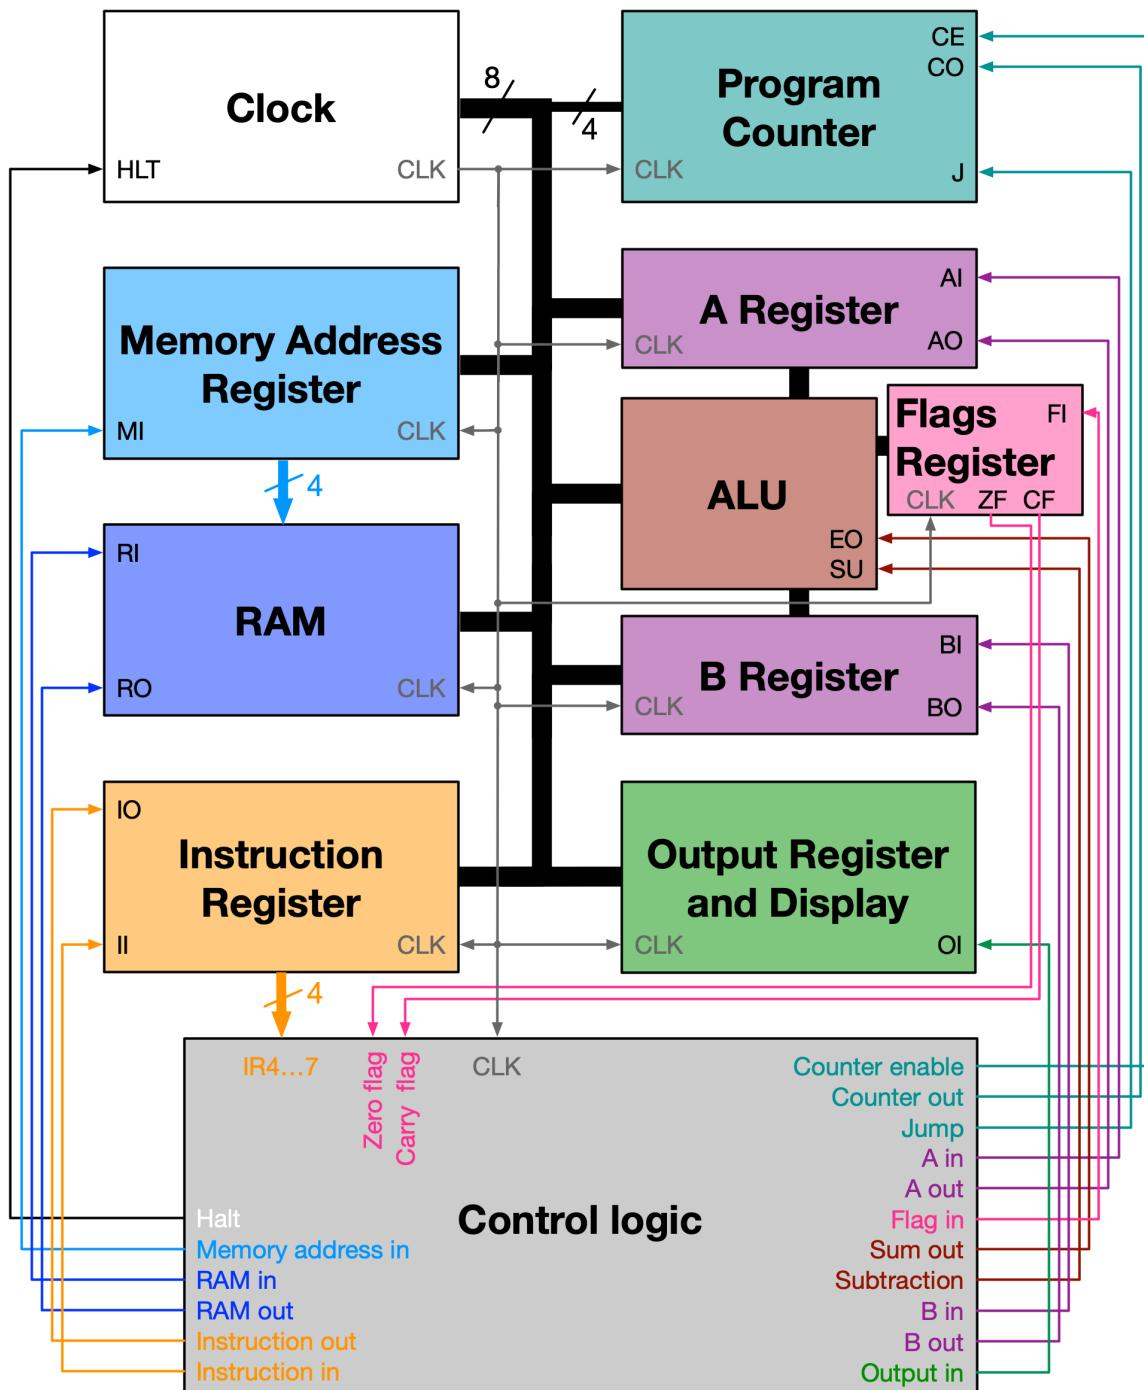

Bild 1 – Blockschaltbild der 8-Bit-CPU nach dem Design von Ben Eater.
mehreren Kernen (*Multicore-Prozessoren*). Ein Kern ist sozusagen eine CPU innerhalb einer CPU. Bild 1 zeigt das Blockschaltbild einer sehr einfachen 8-Bit-CPU. Es besteht aus mehreren Modulen, die über
Der Bus besteht aus 8 parallelen Leitung, die in Bild 1 als eine dicke Linie gezeichnet sind. Der Bus ist quasi die Daten-Autobahn: über ihn tauschen die Module Daten aus. Es können gleichzeitig **8 Bits** übertragen werden. „Bit“ steht für „Binary Digit“ (etwa: „binäre Ziffer“). Ein Bit kann zwei Werte haben; 0 oder 1.
Angenommen, der Code, der vom Instruction register kommt, lautet: 0011. Dieser Code steht zum Beispiel für den Befehl „Schreibe das Resultat aus der ALU ins RAM“. Nun muss die Control Logic aufgrund dieses Codes einige Anweisungen ausführen: Sie muss zuerst die eigene Instruktion laden, dann muss sie dem Memory address register mitteilen, dass es die Adresse vom Bus lesen muss, welche bestimmt, wo im RAM das Resultat abgespeichert wird. Danach muss sie der ALU mitteilen, dass sie das Resultat auf den Bus schreiben soll und schliesslich muss sie dem RAM sagen, dass es dieses Resultat vom Bus lesen soll. Die Control Logic kann also allen Modulen sagen, was sie tun und lassen sollen – und das tut sie über die Steuerleitungen, die du im Bild 1 siehst.
- Der Aufbau moderner Prozessoren ist sehr viel komplexer als die in Bild 1 gezeigte. Sie verfügen über ein Vielfaches an Modulen und Registern.